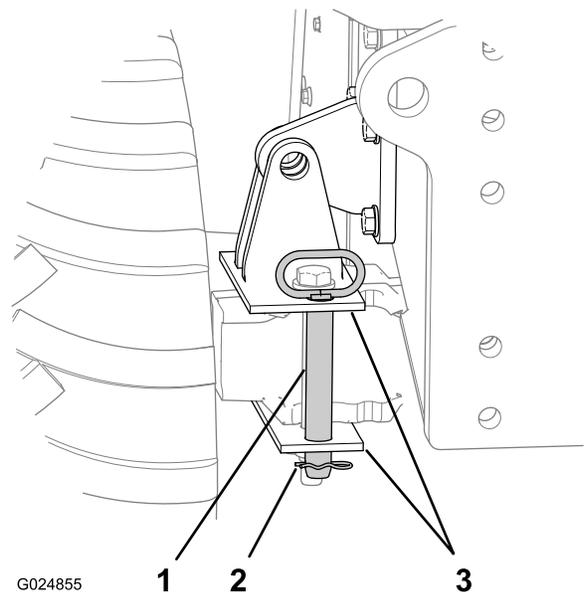

Figure 45
1. Insérez la goupille de verrouillage d'inclinaison dans les trous verticaux du support de verrouillage d'essieu (Figure 45).
2. Fixez la goupille au support de verrouillage avec la goupille fendue (Figure 45).
2. Retirez la goupille fendue de la goupille de verrouillage d'inclinaison (Figure 45).